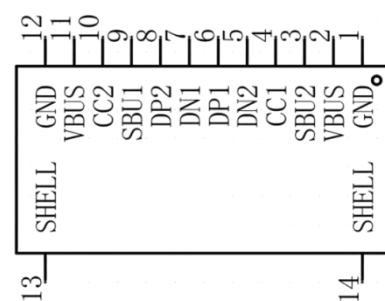

图 1
1、在 MyLib.SchLib 原理图库中新建元件，根据图 1 给出的元件示意图绘制原理图库元件，并命名为 TYPE-C，并在抄画原理图中调用；（注：元件本体大小为 650*1300mil，引脚的长度和间距均为 100mil）；